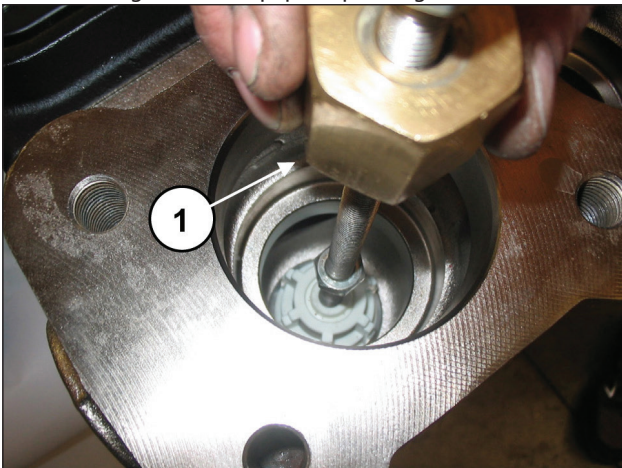

Fig. 94
Extraire le groupe soupape d'aspiration, en utilisant un extracteur à masse battante ou à inertie, à appliquer sur le trou M10 du guide de soupape (rep. ①, Fig. 94).